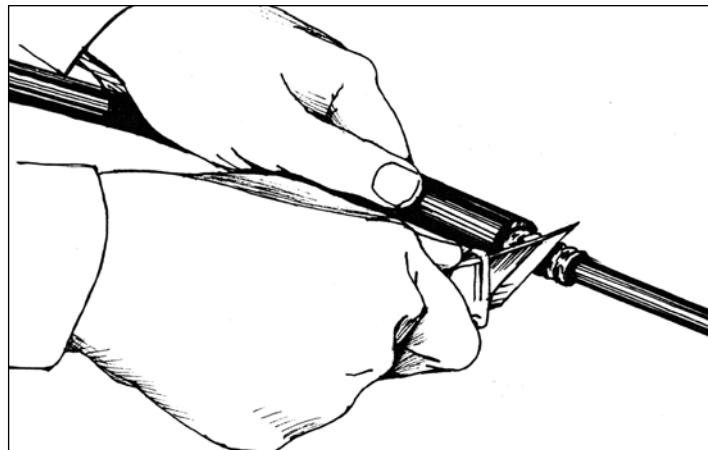

Рис. 3.1. Зачистка стальной гофрированной оболочки от полимерного покрытия
**3.1.1.** На расстоянии 2000 мм от конца на оболочке кабеля делают круговой надрез. С помощью специального инструмента на всей отмеченной длине конца кабеля делают продольный разрез. Вместе с наружной оболочкой прорезают стальную гофрированную оболочку и зачищают ножом по всей окружности от полимерного покрытия (Рис. 3.1).